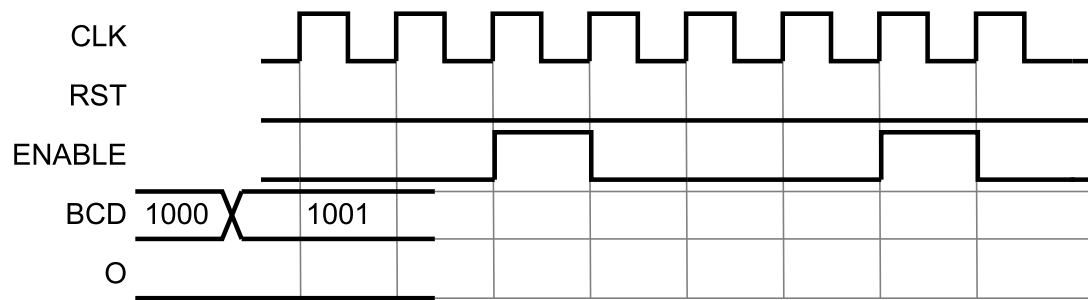

Abbildung 1: Waveform für die Entity BCD_Counter.
- (a) Vervollständigen Sie die Signalverläufe der Ausgangssignale *O* und *BCD* im Timing-Diagramm in Abbildung 1 gemäß der Spezifikation.